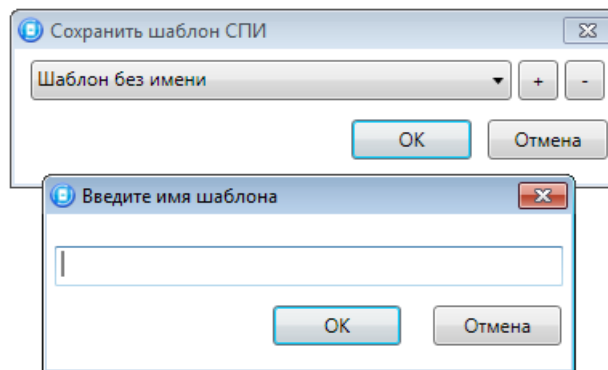

Рисунок 13.3 — Сохранение шаблона
- *Сохранить шаблон настроек*: открытие окна *Сохранить шаблон СПИ* (см. рисунок 13.3), с помощью которого может быть сохранена конфигурация УОО контроллера в качестве шаблона.